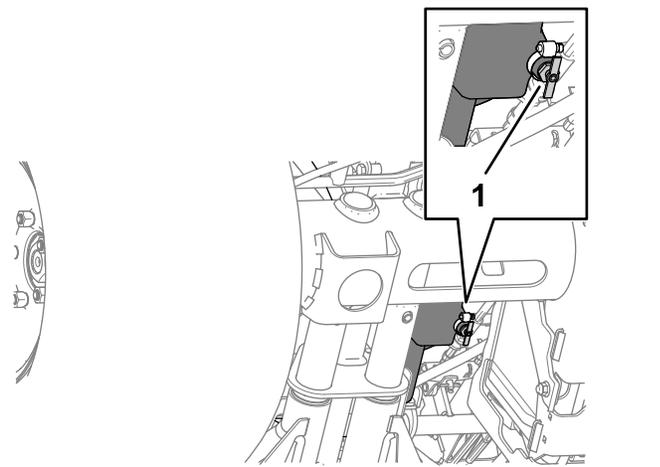

図 89
2. 燃料タンクのドレンバルブの下に回収容器を置く 図 89。